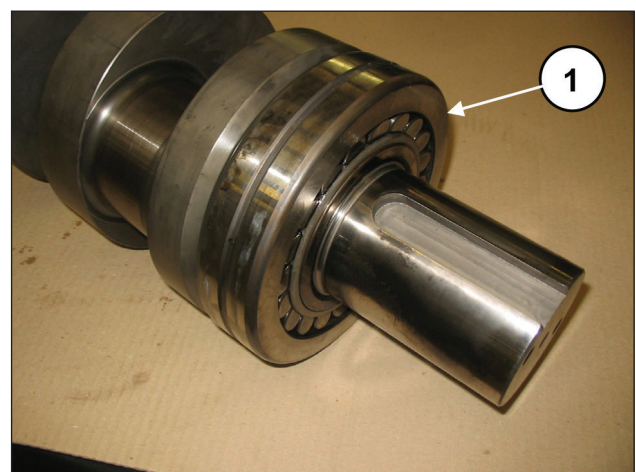
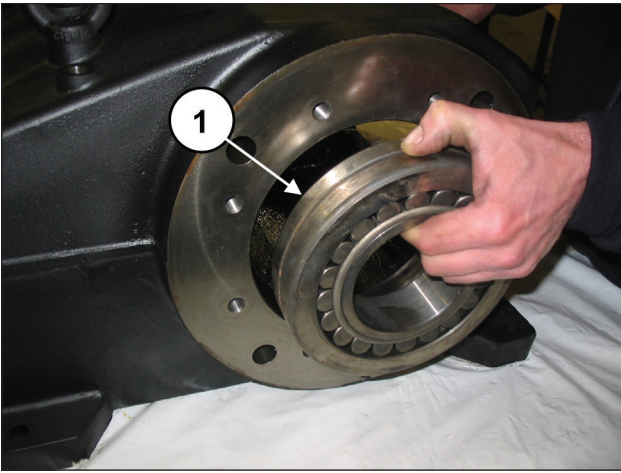

Abb. 42
Abb. 43
Montieren Sie vorläufig das Lager auf Zapfwellenseite bis auf Anschlag auf die Welle (Pos. ①, Abb. 42) und montieren Sie das Lager auf der Gegenseite auf das Gehäuse (Pos. ①, Abb. 43).
**Das Lager in Abb. 43 verfügt über einen konischen Innenring. Vergewissern Sie sich vor Einsetzen der Buchse, dass die Konizität von außen nach innen verläuft.**